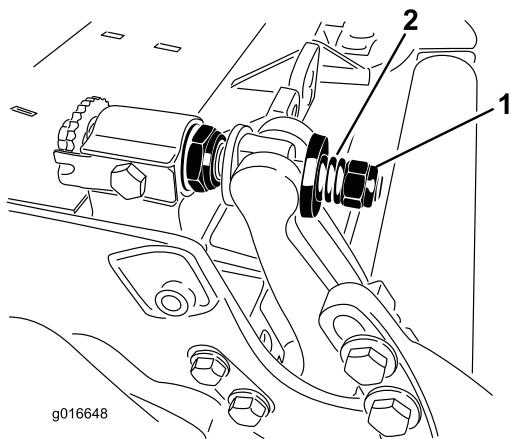

Figura 35
5. Apriete la tuerca de tensado del muelle hasta que el muelle esté comprimido del todo, luego aflojela $\frac{1}{2}$ vuelta (Figura 35).